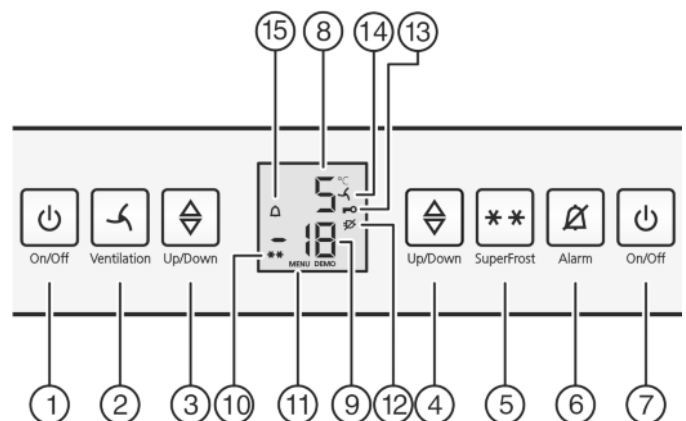

Fig. 2
- ▶ Druk op de toets On/Off van het vriesgedeelte *Fig. 2 (7)*.
- ▶ Druk op de toets On/Off van het koelgedeelte *Fig. 2 (1)*.
- ▶ Instelmodus activeren: Druk de toets SuperFrost *Fig. 2 (5)* gedurende ca. 5 seconden in.
- ▷ Op de display wordt het symbool Menu *Fig. 2 (11)* weergegeven.
- ▶ Met de toets SuperFrost *Fig. 2 (5)* kort bevestigen.
- ▷ Het symbool Kinderbeveiliging *Fig. 2 (13)* op de display gaat branden.
- ▶ Druk de toets On/Off van het vriesgedeelte *Fig. 2 (7)* kort in.
- ▷ Het symbool Kinderbeveiliging *Fig. 2 (13)* gaat uit.
- ▶ Toets Alarm *Fig. 2 (6)* indrukken.
Tegelijkertijd knipperen de temperatuurdisplay en het symbool Alarm *Fig. 2 (15)*.
Het akoestisch alarm stopt automatisch, het symbool Alarm *Fig. 2 (15)* gaat uit en de temperatuurdisplay houdt op met knipperen, wanneer de temperatuur weer laag genoeg is.